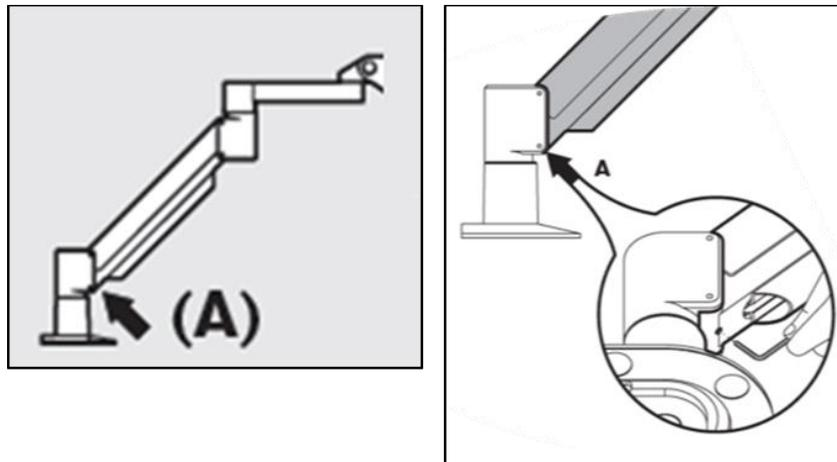

Abbildung 4-5. Schraube A des Gegengewichts lösen
- Falls der Arm **nach unten sinkt**, heben Sie den Arm bis zum oberen Anschlag an und lösen Sie **Schraube A des Gegengewichts** mit mindestens einer halben Umdrehung der Schraube. Verwenden Sie einen 3/32-Inbusschlüssel. Siehe Abbildung 4-5.
- Heben Sie den Arm in die höchste Position und ziehen Sie **Schraube A des Gegengewichts** bis zum Anschlag an. Ziehen Sie die Schraube dann mit einer maximal Halb- bis Dreiviertel-Umdrehung fest. Siehe Abbildung 4-5.